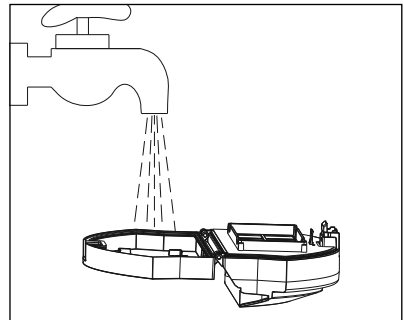

Fig. 12
- 6) Nettoyez le bac à poussière **16** et le filtre-tamis avec de l'eau chaude ou tiède (voir fig. 12). Laissez le bac à poussière **16** et le filtre-tamis sécher entièrement à l'air avant d'insérer à nouveau le bac à poussière **16** dans l'appareil.